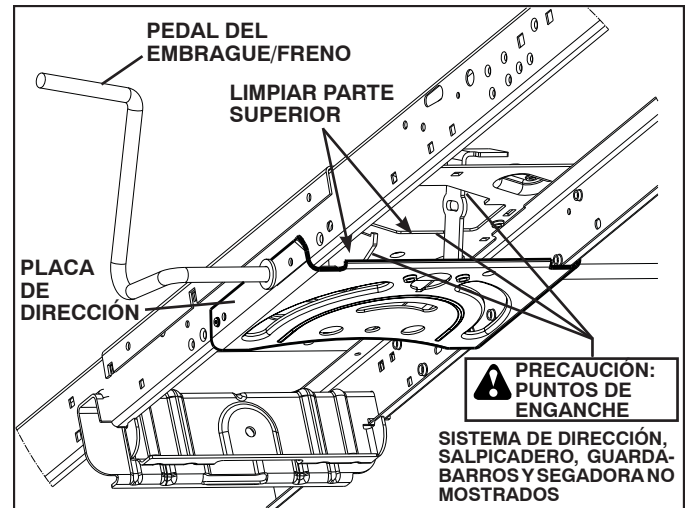

Fig. 21
**PRECAUCIÓN:** Evite todos los puntos de enganche y las piezas móviles. (Vea Fig. 21)